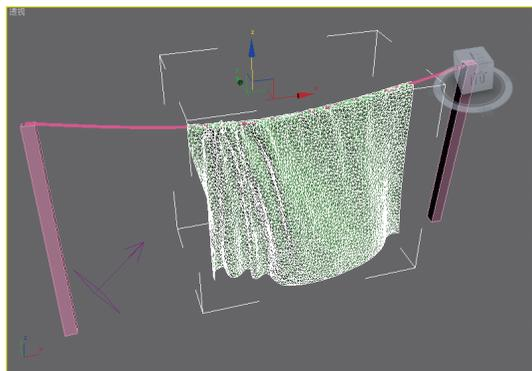

图9-87 降低风力强度
**06** 此时，风力有点大，把布料吹跑了，可以考虑将风力强度降低一些，效果如图9-87所示。